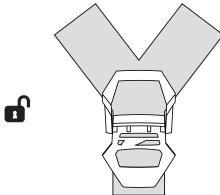

fig. 3a
- Ouvrez l'attache lanières (fig. 3a)